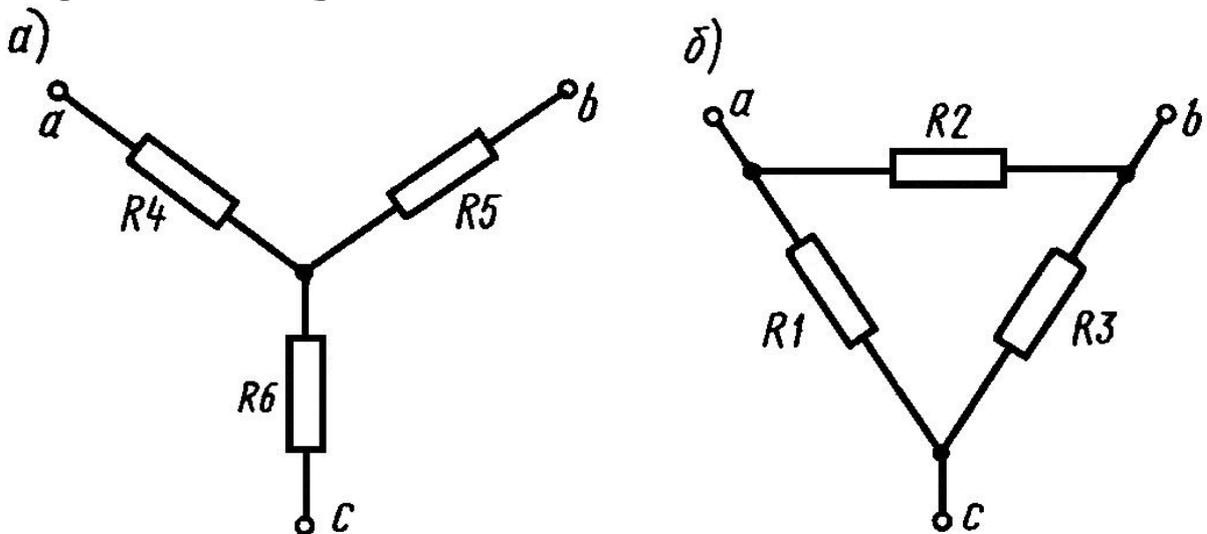

Рис. 4.1. Электрическая схема а) звезда; б) треугольник
1. Составить блок-схему алгоритма* для определения сопротивлений в электрической цепи (рис. 4.1, а, б):
- Составить блок-схему алгоритма для определения сопротивления электрической цепи (рис. 4.1. стр. 27).